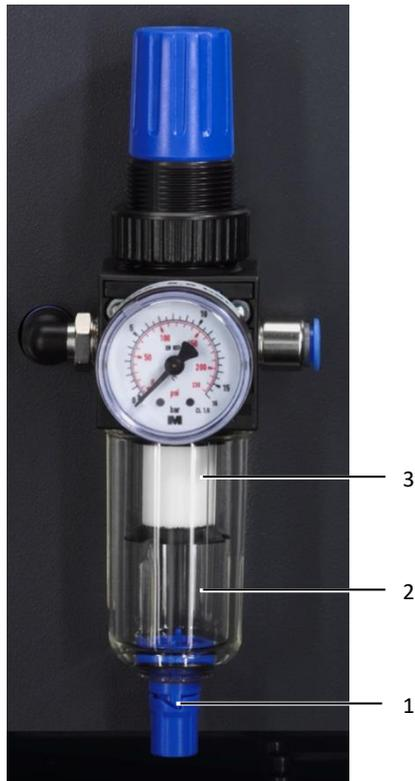

Imagen 29: Unidad de mantenimiento de aire comprimido
- Para vaciar el agua de condensación, pulse el tapón de drenaje (imagen 29, pos. 1) hacia arriba.
- Para sustituir el filtro, desenrosque el depósito de agua de condensación (imagen 29, pos. 2) y gire el filtro hasta extraerlo (imagen 29, pos. 3).